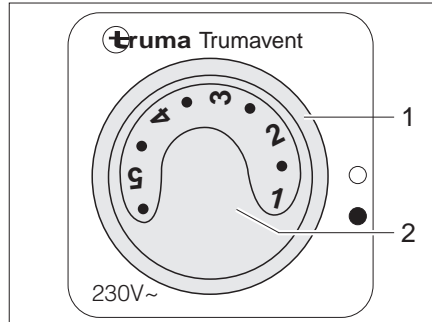

Bild 108 Bedienschalter für Umluftgebläse (230 V)
- Den Drehschalter (Bild 108,1) auf "●" stellen.
- Mit dem Drehknopf (Bild 108,2) die gewünschte Leistung des Umluftgebläses einstellen.
- Den Drehschalter (Bild 108,1) auf "○" stellen.